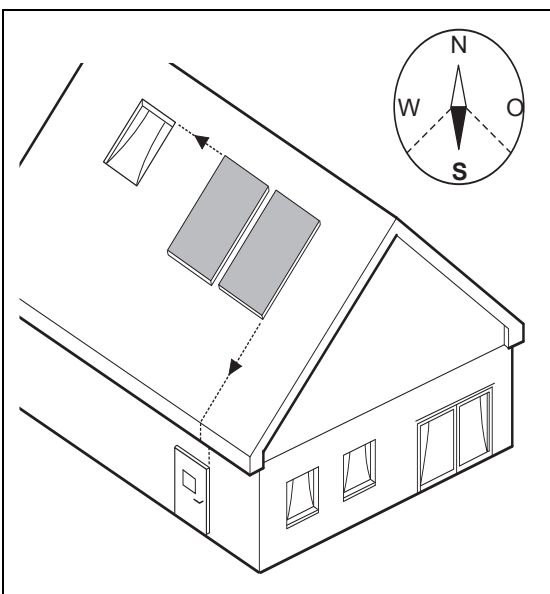

Рис. 10
- По возможности направляйте коллекторы на юг (→ рис. 10).
- Размещайте поле коллекторов так, чтобы оно находилось на одной линии с окнами, дверьми и др. (→ рис. 10).